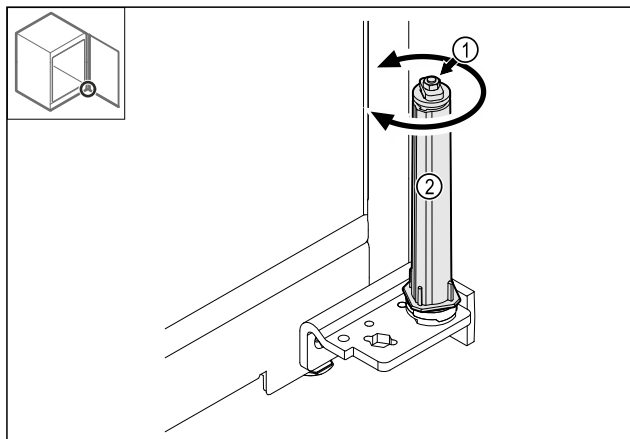

Fig. 32
- ▶ Nerozebírejte šroubové spojení Fig. 32 (1) uzavíracího systému.
- ▶ Otáčejte uzavíracím systémem Fig. 32 (2), dokud nezacvakne.